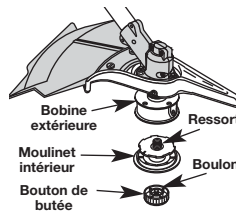

Fig. 25
- Tenez la bobine extérieure d'une main et dévissez le bouton de butée vers à droite (Fig. 25). Inspectez le boulon à l'intérieur du bouton de butée pour vous assurer qu'il se déplace librement. Remplacez le bouton de butée s'il est endommagé.
- Retirez le moulinet intérieur de la bobine extérieure (Fig. 25).
- Retirez le ressort du moulinet (Fig. 25).
- Retirez l'ancien moulinet intérieur de la bobine extérieure (Fig. 25).
- Retirez le ressort de l'ancien moulinet intérieur (Fig. 25).